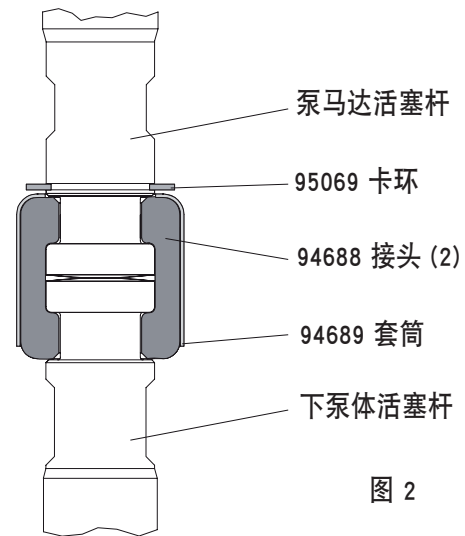

图 2
4. 使用卡环钳将卡簧 (95069) 取出使得套筒能够往上移动取出，使得连接器得分开 (见图2)。然后将气马达取下。